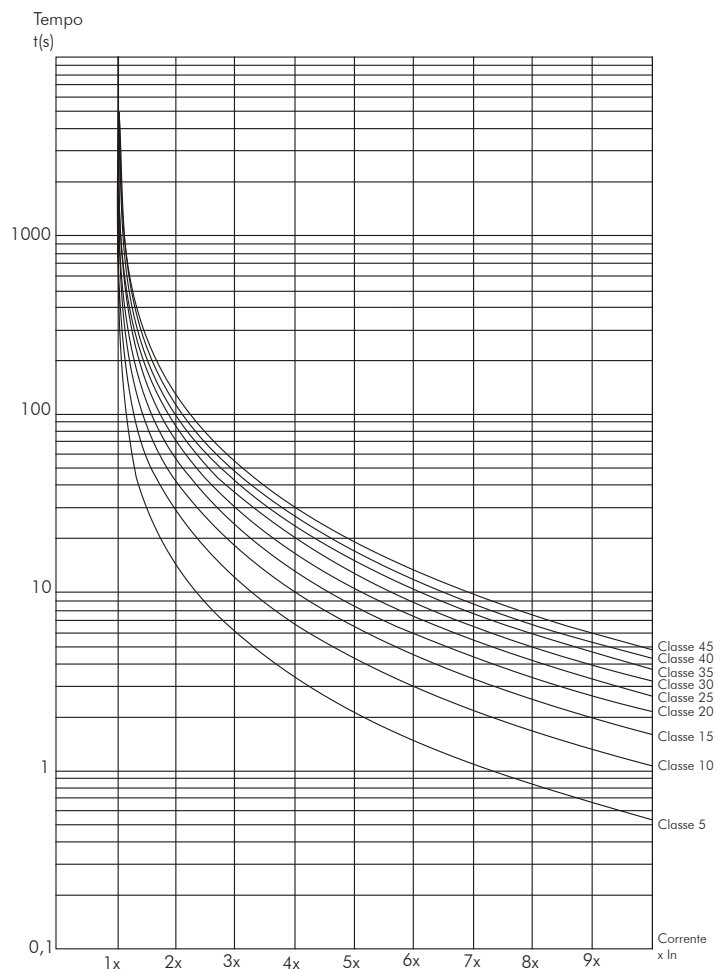

Figura 5.15 - Classes de disparo para proteção do motor a quente com 100 % I_n
2) Na figura 5.15 verificamos a máxima classe de disparo que suporta o motor devido ao tempo de rotor bloqueado a quente. Para $6,6 \times I_n @ 12$ s adotamos a curva mais próxima abaixo: Classe 40.